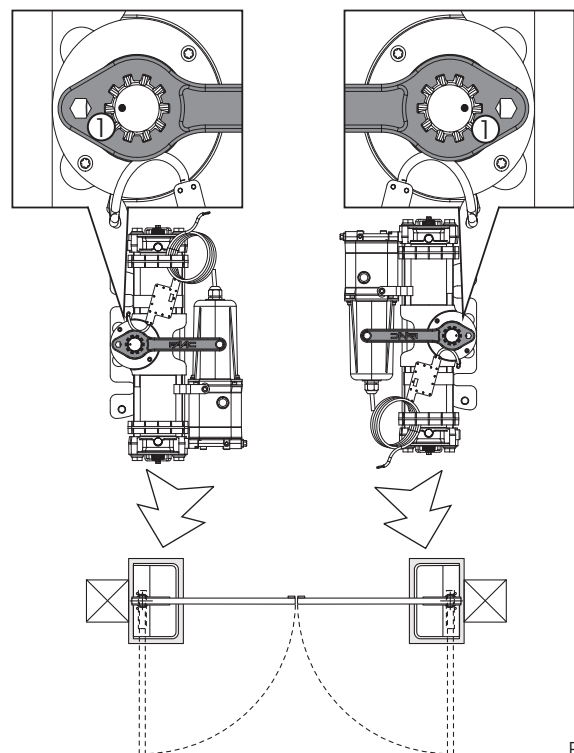

Fig.15
- 6) Sans déplacer le pignon, introduire sur l'opérateur la clé fournie en dotation (Vérifier la position du burin sur le pignon Fig.15 réf.①) et tourner éventuellement le pignon pour corriger la position (Important pour le couplage correct pignon-douille rainurée lors du montage).